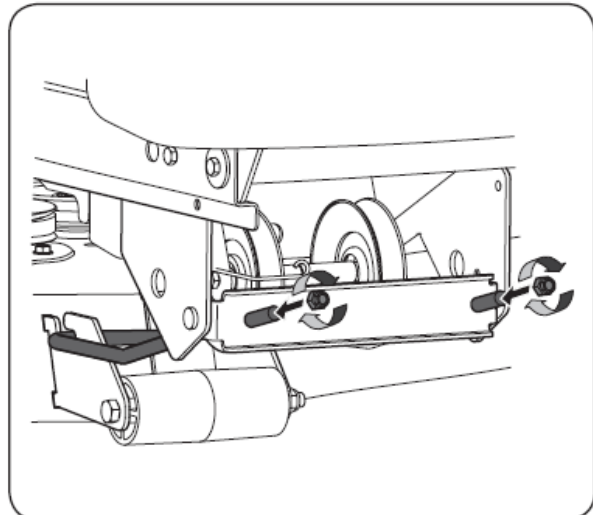

Figure 7-7
7. Insérez les extrémités du bras d'articulation avant dans les trous du support du bras d'articulation avant et fixez-les à l'aide des deux contre-écrous enlevés plus tôt. Consultez la Fig. 7-7.